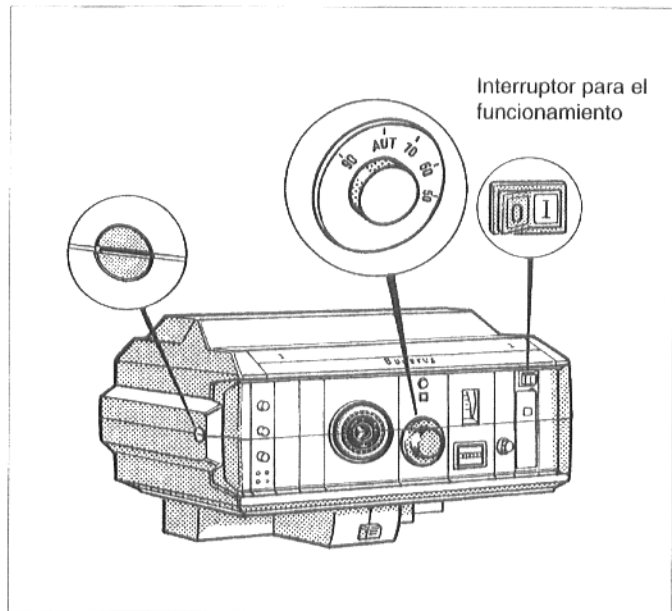

Fig. 3
- Poner en posición horizontal la ranura del tornillo de la cubierta transparente del aparato de regulación (fig. 3), p.ej. con una moneda. Retirar la cubierta transparente hacia delante.
- Poner el interruptor para el funcionamiento (fig. 3) en la posición "0".
- Poner el interruptor para el funcionamiento (fig. 3) en la posición "I".
- Ajustar el regulador de temperatura del agua de la caldera (fig. 3) a la temperatura deseada. En la "regulación Ecomatic", poner en posición "AUT".